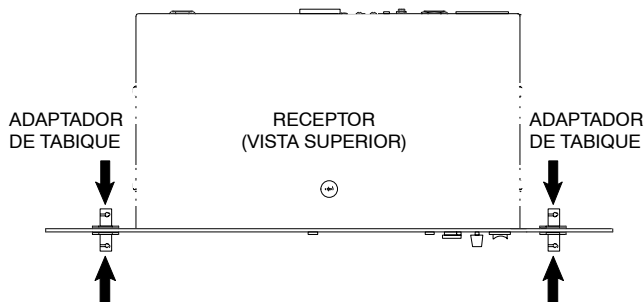

FIGURA 6
1. Inserte los dos adaptadores de tabique a través de los agujeros más grandes que están a cada lado del tablero delantero y fíjelos en ambos lados con la tornillería de fijación incluida. Vea la Figura 6.